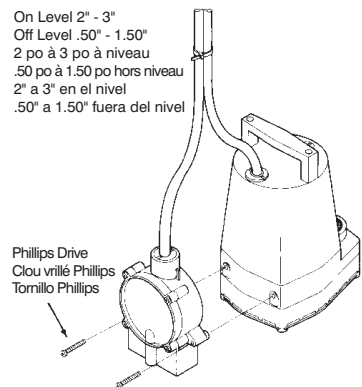

Figure 1
- For installation on the Little Giant 5-MSP pump, refer to Figure 1. Attach the RS-5LL directly to the 5-MSP housing using the two Phillips drive screws provided, as shown in Figure 1. Use the cable ties provided to secure the power cords together. To ensure proper operation of pump and switch, place pump on a solid surface in water at least 3/4" deep.
- Consulter la Figure 1 pour l'installation de la pompe 5-MSP de Little Giant. Fixer le RS-5LL directement au boîtier de la pompe 5-MSP à l'aide des deux clous vrilés Phillips fournis, tel qu'indiqué à la Figure 1. Utiliser les attaches de câble fournies pour fixer les cordons d'alimentation ensemble. Pour s'assurer du bon fonctionnement de